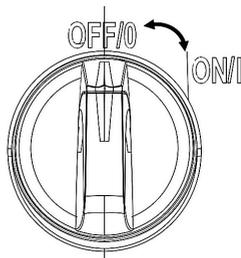

Рис. 8 Включение и выключение аппарата
3. Переведите выключатель аппарата в положение «ON/I» (Включено) (Рис. 8). Электродвигатель включится на короткий промежуток времени и сразу выключится.
Для выключения аппарата переведите выключатель в положение OFF/O (Выключено) Рис. 8.
Для перерыва в работе необходимо опустить рычаг включения пистолета. В случае продолжительных перерывов в работе (более 5 минут) устройство необходимо выключить (Рис. 8). После 15 минут непрерывной работы делайте перерыв на 15 минут, чтобы устройство остыло.